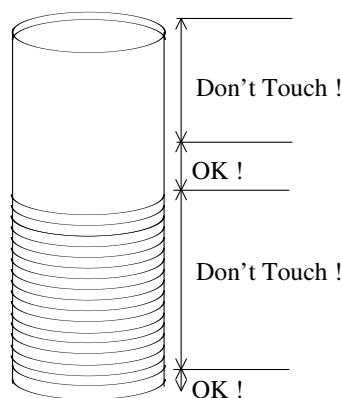

図 2: 強化カーボングラファイト。特に開口部付近は触らぬよう注意する。
- 強化カーボングラファイトカバー（外側）、カプトン & アルミ箔製ラディエーションシールド（内側）の順にそれぞれ真空引き（それぞれ 10 分程度）。皮脂など汚れの付着を避けるために、それぞれ不必要に触れないこと（実験前には必ず手は清潔にしておくこと）真空容器の金属面は定期的にエタノールを含ませたキムワイプで拭拭すると良い。但し強化カーボングラファイト、カプトン、Be の各部分は拭拭してはならない（図 2, 3 参照）。